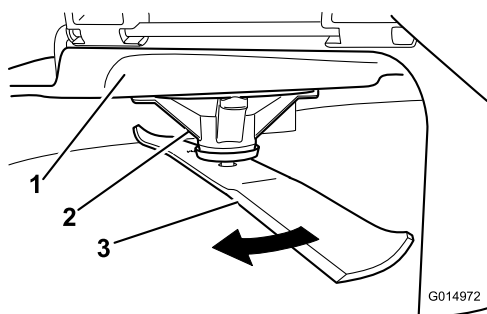

Figura 61
2. Purtați mânușile cu protecție corespunzătoare sau alte protecții adecvate pentru mâini și rotiți încet lama într-o poziție care vă permite să măsurați distanța dintre marginea de tăiere și suprafața uniformă pe care se află maina (Figura 61).